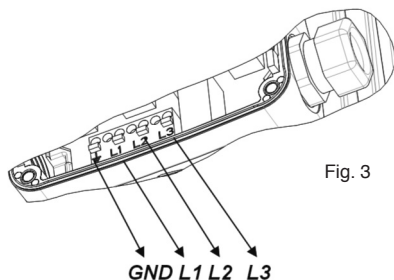

Fig. 3
- la pompe doit être montée directement sur les tuyauteries en maintenant l'axe de la pompe 1-1 horizontal (fig. 3).
Le branchement électrique doit être effectué selon le schéma de branchement (fig. 3) indiqué sur la partie inférieure du couvercle du moteur. Avant d'effectuer le branchement il faut dévisser le couvercle supérieur (fig. 1 - POS. 2)